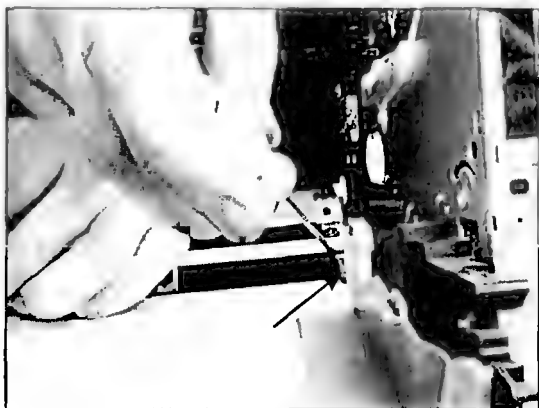

Рис. 6.34
- Огибают защелку, после этого снимают кулачок с оси (рис. 6.34).